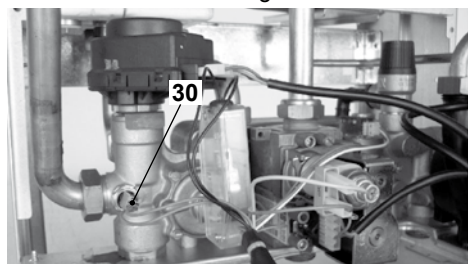

Figura 8.3
- Scollegare il cablaggio della sonda NTC riscaldamento 30 in Figura 8.3
- Ricollegare il cablaggio della sonda NTC riscaldamento 30 in Figura 8.3